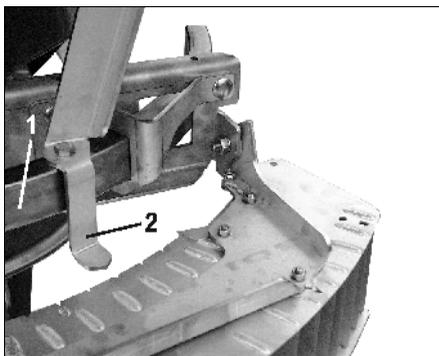

Fig. 44
- Muovere il deflettore facendolo scorrere sulla guida (Fig. 44/1) mentre il puntatore (Fig. 44/2) vi indica il valore di riferimento che deve essere verificato e regolato attenendosi alle tabelle di regolazione (Fig. 42).